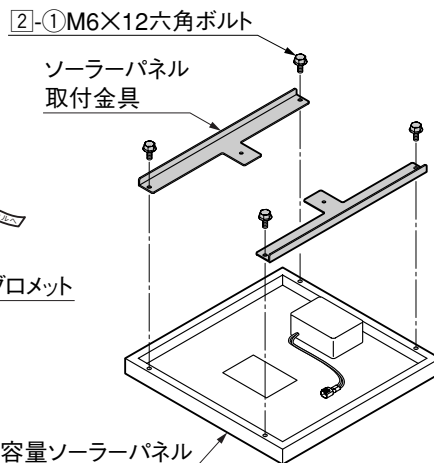

図3-2
- 2 ソーラーパネルにソーラーパネル取付金具は②-①を4本使って組付けてください。(図3-2参照)